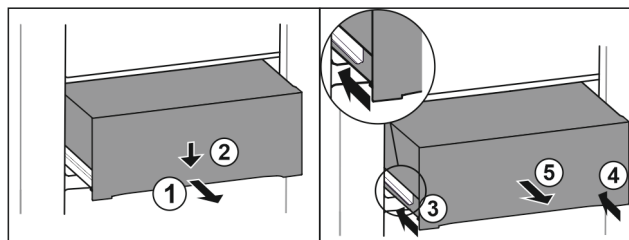

Fig. 171
- Zásuvku napůl vytáhněte. Fig. 171 (1)
- Stlačte zásuvku na přední straně dolů. Fig. 171 (2)
- Zasuňte levou kolejničku přibližně do 2 cm. Fig. 171 (3)
- Zasuňte pravou kolejničku přibližně do 2 cm. Fig. 171 (4)
- Vyjměte zásuvku dopředu. Fig. 171 (5)